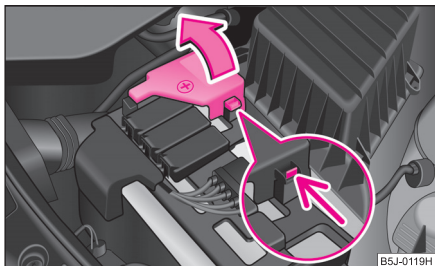

Abb. 195 Batterie:
- Klappen Sie die Pluspol-Abdeckung (+) auf ⇒ Abb. 195.